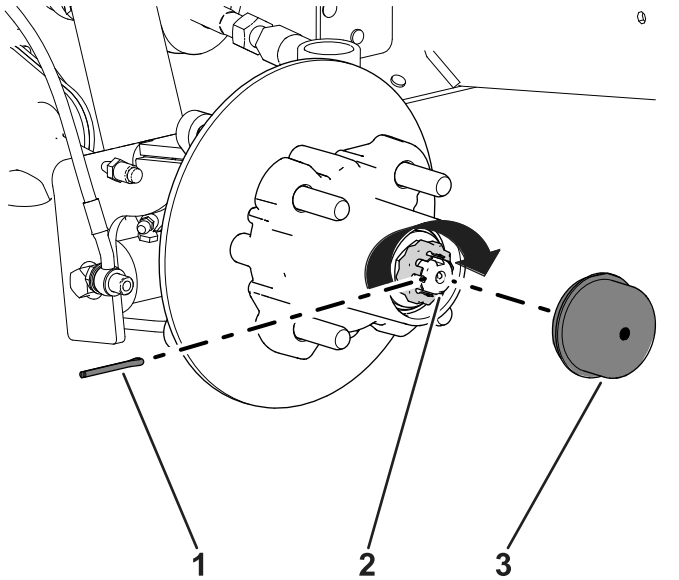

Figura 40
- Coloque el retén sobre la tuerca y compruebe la alineación de la ranura del retenedor y el orificio de la chaveta del eje (Figura 40).
- Instale la chaveta y doble las patas alrededor del retén (Figura 40).
- Instale el tapón guardapolvo sobre el cubo (Figura 40).